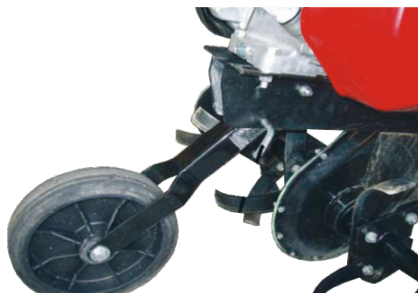

Рис. 7
4. Установите и закрепите переднее колесо (Рис. 7).